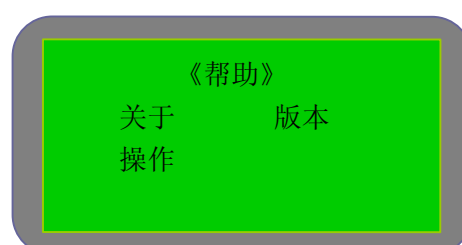

图 5-7
- 帮助：在主菜单中选择“帮助”，进入帮助界面（见图 5-7），有三个选项：关于（关于本公司的一些信息）、版本（调取 MMI 版本号，CPU 版本号和 CPU 程序校验码）和操作（对于本面板操作方法的简单说明）。